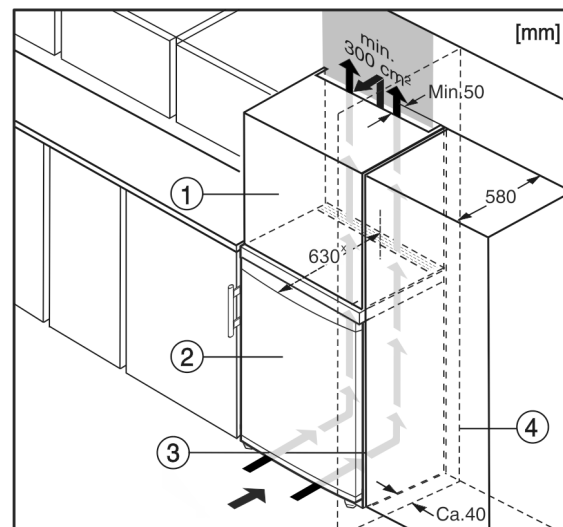

Fig. 9
- (1) Nástavná skříňka*
- (2) Přístroj*
- (3) Kuchyňská skříň*
- (4) Stěna*
Přístroj lze zabudovat do kuchyňských skříní. K vyrovnání přístroje Fig. 9 (2) na výšku kuchyňské linky lze na přístroj nasadit nástavec Fig. 9 (1).
Při montáži do kuchyňských skříní (hloubka max. 580 mm) lze přístroj instalovat hned vedle kuchyňské skříně Fig. 9 (3). Přístroj přesahuje přední stěnu kuchyňské skříně na stranách o 34 mm * a uprostřed o 50 mm *.
Když se přístroj instaluje závěsy vedle stěny *Fig. 9 (4)*, musí být vzdálenost přístroje od stěny alespoň 40 mm. To odpovídá přesahu madla při otevřených dveřích.*